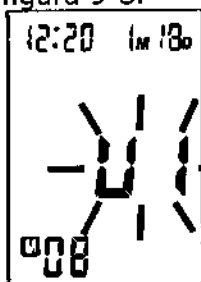

Figura 9-1
- a. Mientras el tensiómetro está en el Modo Reloj, pulse la tecla "MEM" para ver los resultados guardados. El "banco" de memoria parpadeará y se mostrarán los resultados de este "banco". Remítase a la figura 9-1. Pulse el botón "START" para pasar al otro "banco". Para confirmar su selección pulse el botón "MEM". El "banco" actual puede también confirmarse automáticamente luego de que la unidad no esté funcionando durante 5 segundos.